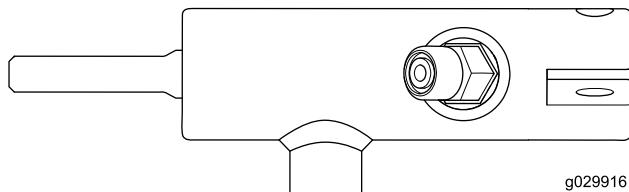

Figure 3
3. Orientez l'extrémité ouverte du raccord dans l'axe du vérin hydraulique (Figure 3).